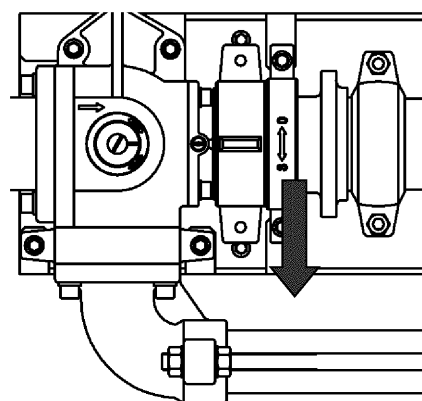
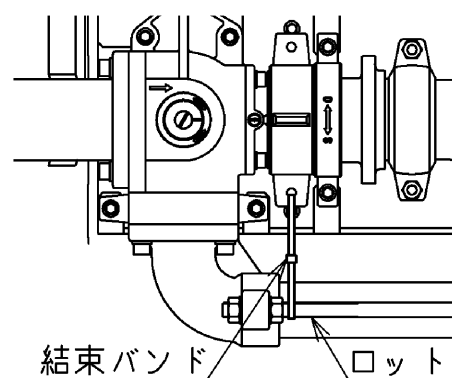
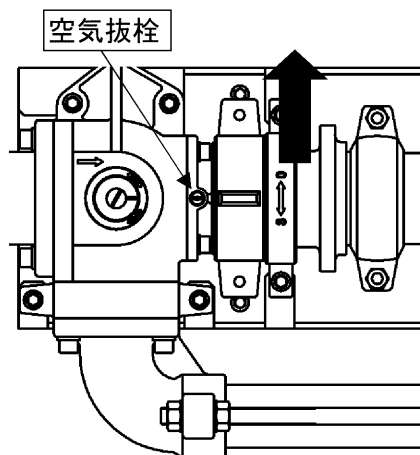

図7
図8
図9
⑤メータをベースに載せ、ハンドルをS方向(矢印方向)に回して取り付けます。(図7)
⑥ハンドルは緩まないようにしっかりと締めます。
⑦配管上流側の第一バルブを開け、空気抜栓を2回転ほどゆっくりと緩め、内部の空気を排出します。
⑧空気排出後、空気抜栓を水が止るまで手で締め付けて下さい。
⑨メータ接続部から漏水がなければ結束バンドでロットとハンドルを固定します。(図8)
⑩漏水した場合は、上流側の第一バルブを閉じ、②の操作からやり直して下さい。
⑪仕切弁を「0」の方向に止るまで回して全開にし、メータの取付けは終了です。
- ①バイパス切換用ハンドルを使い、流路切換弁をバイパス側に切り換えます。バイパス通水時はバイパス切換用ハンドルを取り外すことはできません。
- ②仕切弁のハンドルを「S」の方向に回し、弁を閉じて下さい。
- ③空気抜栓を緩め、内部の圧力を抜いて下さい。
- ④ハンドルを固定している結束バンドを切して下さい。
- ⑤ハンドルを矢印に示す「0」の方向に回し、メータを取り外して下さい（図9）。
- ⑥スライダー、及び仕切弁のOリングを新しいものと交換します。
- ⑦新しいメータとストレーナ押さえをヴィクトリックジョイントで接続します。
- ⑧メータをベースに載せ、ハンドルを図7の矢印方向に回して取り付けます。
- ⑨仕切弁を「0」の方向に回して全開にします。
- ⑩空気抜栓緩めて、内部の空気を排出します。
- ⑪空気排出後、空気抜栓を水が止るまで手で締め付けて下さい。
- ⑫流路切換弁を通水の位置に戻し、バイパス切換用ハンドルを外して下さい。メータ接続部から漏水がなければ結束バンドでロットとハンドルを固定します。漏水した場合は、①の操作からやり直して下さい。